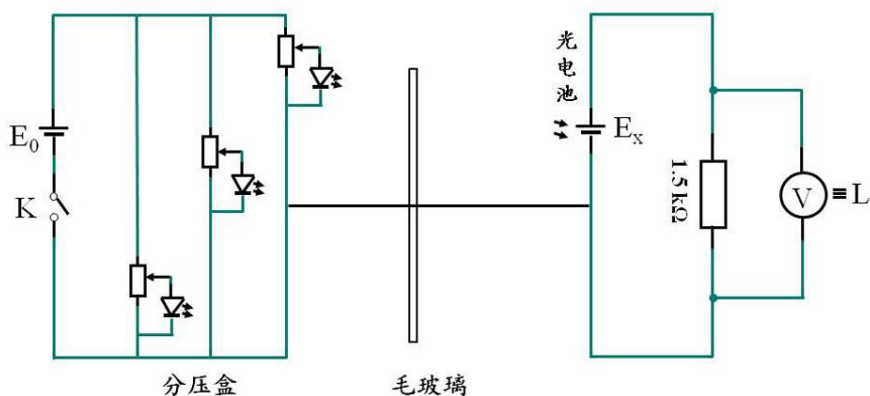

图 8 RGB 配色相对光强测量
(1) 按图 8 接线，调节分压盒，分别采用两个 LED，在 $I \leq 20\text{mA}$ 内，配出黄色、青色、紫色，将光电池放置于白板处，测量两个 LED 的及配色的相对光强 L ，给出两个基色的光强比。
(2) 按图 8 接线，调节分压盒，采用三个 LED，在 $I \leq 20\text{mA}$ 内，配出白色，将光电池放置于白板处，测量三个 LED 的及配色的相对光强 L ，给出三个基色的光强比。